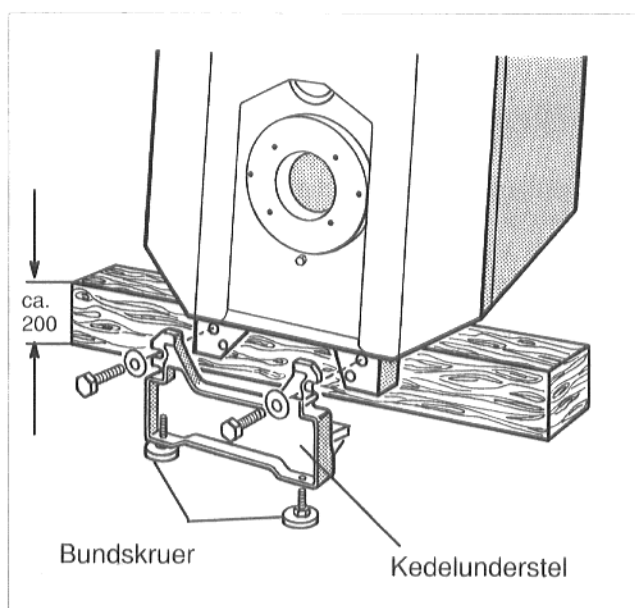
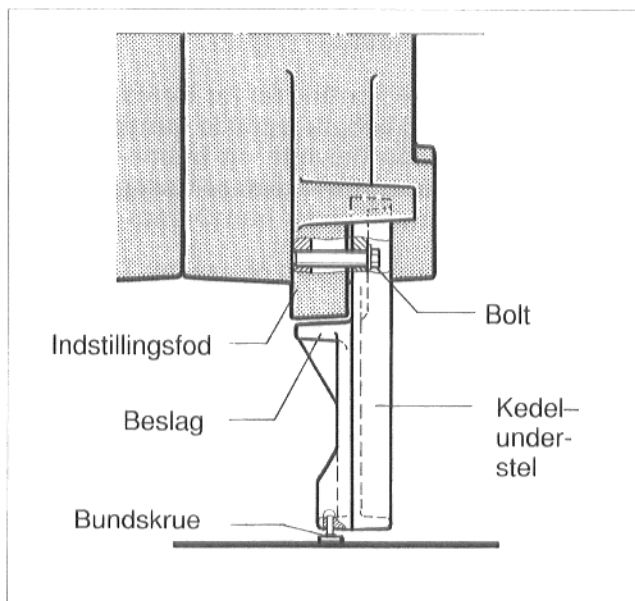

Fig. 5
Fig. 6
- Kedlen vippes let bagud. Kedlen støttes og sikres mod at glide således, at den forreste del af kedlens understel problemøst kan skrues på kedlens indstillingsfødder (Fig. 5).
- Beslagene på kedlens understel under indstillingsfødderne monteres på den forreste del (Fig. 5 og Fig. 6).
- Beslag fastskrues forfra til kedlens indstillingsfødder (Fig. 6). Bolte M 10 er vedlagt kedlens understel.
- Kedlen vippes let forud. Kedlen støttes og sikres mod at glide således, at den bageste del af kedlens understel problemøst kan skrues på kedlens indstillingsfødder (Fig. 5).
- Beslagene på kedlens understel under indstillingsfødderne monteres på den bageste del (Fig. 6).
- Beslag fastskrues bagfra til kedlens indstillingsfødder (Fig. 6). Bolte M 10 er vedlagt kedlens understel.